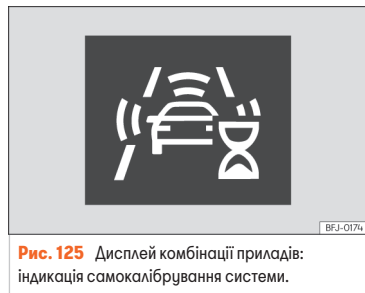

Рис. 125 Дисплей комбінації приладів: індикація самокалібрування системи.
- Деякий час після вмикання запалювання триває самокалібрування системи. У цей період на дисплеї відображається значок стану >>> **рис. 125.**